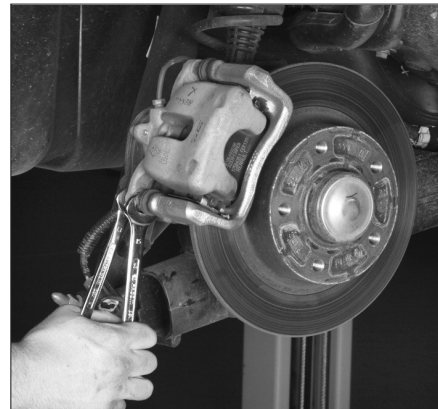

FIG. 8
- Déposer la vis inférieure et supérieure de colonnette d'étrier avec une clé de 13 mm en maintenant le contre écrou à l'aide d'une clé de 15 mm (Fig.8).
- Déposer la vis inférieure de colonnette d'étrier avec une clé de 13 mm en maintenant le contre-écrou à l'aide d'une clé de 15 mm (Fig.8).